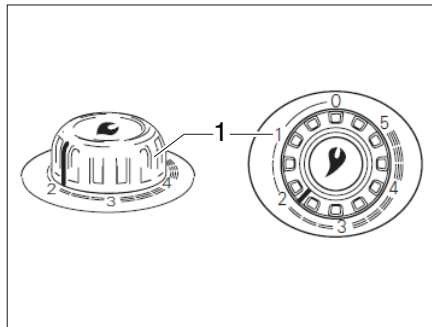

Fig. 104 Bouton tournant du chauffage à air chaud
- Régler le bouton tournant du chauffage (Fig. 104,1) sur la position voulue et l'enfoncer à fond.
- Mettre le bouton tournant du chauffage (Fig. 104,1) sur "0". L'allumage automatique est mis hors service en même temps.
- ▷ Vous trouverez des informations complémentaires dans le mode d'emploi séparé "Truma S 3004 (P) / S 5004".